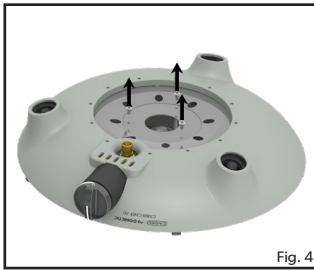
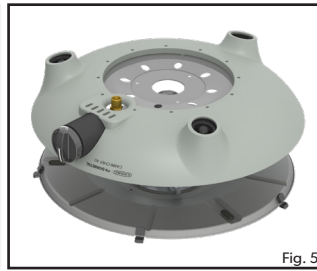
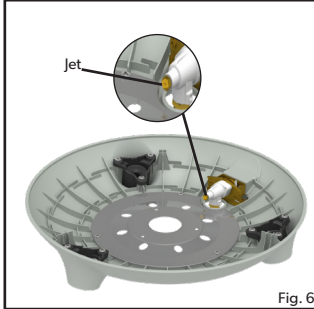

Fig. 4
Fig. 5
Fig. 6
- **Sådan udskiftes stråle:** Fjern alle løse overflader samt værktøjsbakken og benene fra apparatet. Vend brænderbunden og fjern de 3 skruer fra den nederste dækplade (fig. 4) for at adskille brænderbunden fra brænderenheden (fig. 5). Frakobl piezo-tråden, pas på ikke at beskadige den, og fjern brænderenheden fra brænderbasen for at blotlægge strålen (fig. 6). Strålen kan nu fjernes med en passende skrue nøgle. Brug ikke en tang, da dette kan beskadige strålen, hvilket gør den ubrugelig eller umulig at fjerne. Skru den nye stråle ind i ventilen. Spænd ikke for meget, da dette kan beskadige enheden.